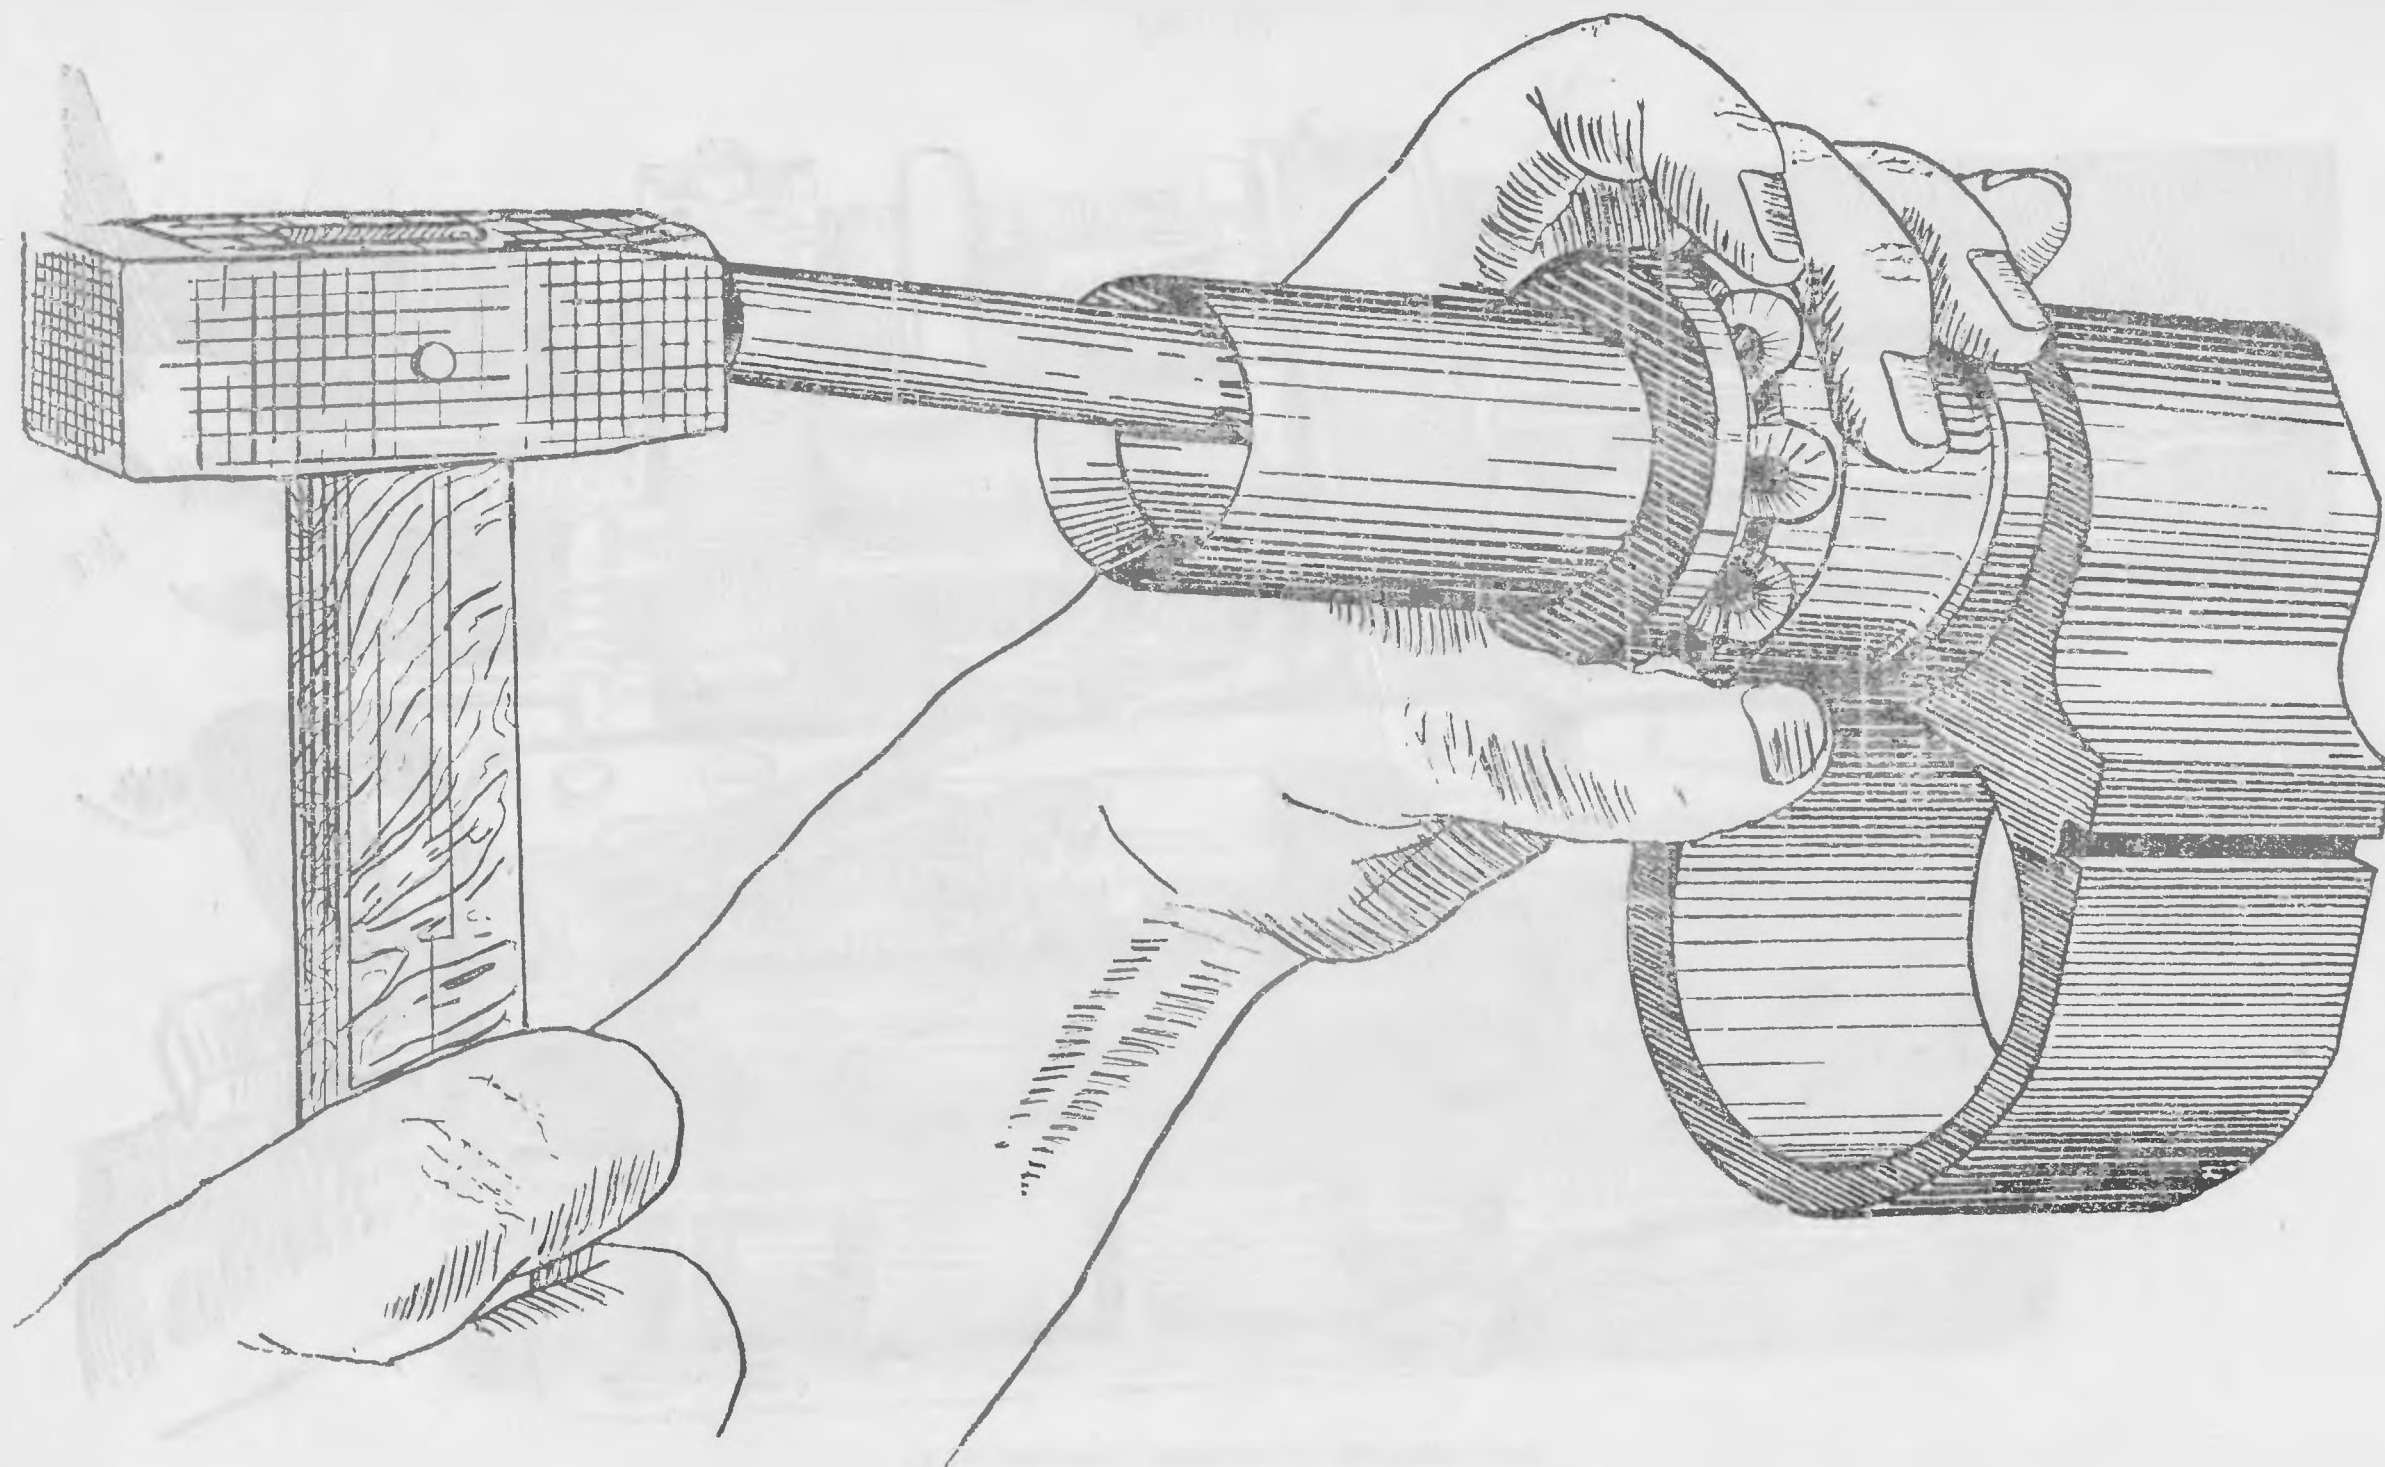

Рис. 7.2
5) отделите обойму от газового цилиндра (рис. 7.2).